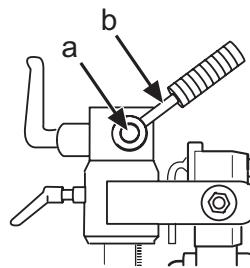

Fig. 8
- Allentando la vite di bloccaggio della manopola di regolazione dell'altezza (a) (fig. 8) (attacco a brugola da 6 mm), è possibile trasferire la manopola di regolazione dell'altezza sul lato opposto all'occorrenza.
- Durch Lösen der Sicherungsschraube (a) (Abb. 8) (6-mm-Inbus) kann der Höhenverstellgriff ggf. auf die andere Seite verlegt werden.
- Dévisser la vis de blocage de la poignée du réglage de la hauteur (a) (Fig. 8) (fixation hexagonale de 6 mm) pour, si nécessaire, déplacer la poignée de l'autre côté.
- Door de borgschroef van de hoogteknop (a) (Fig. 8) los te draaien (6 mm inbus), kan de hoogteknop eventueel naar de andere kant worden verplaatst.